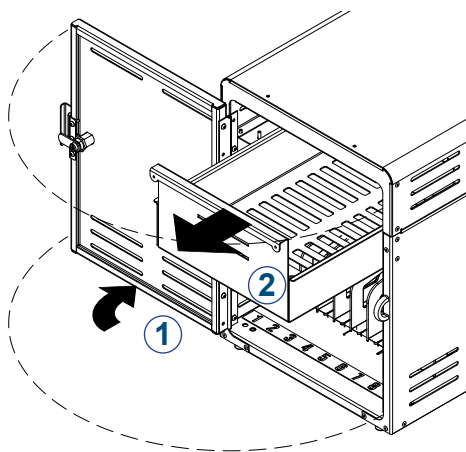

Figure 1.1
1. Open the front door and pull out the power drawer. **Figure 1.1.**
1. Ouvrez la porte avant et sortez le tiroir d'alimentation. **Figure 1.1**
1. Abra la puerta frontal y jale del cajón de alimentación. **Ilustración 1.1.**